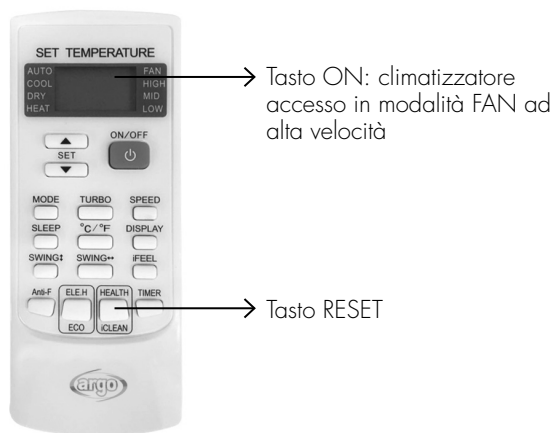

Fig.4
- Direzionare il telecomando verso il display dell'unità interna, quindi premere il pulsante "HEALTH" per 8 volte; seguirà un "beep" per due volte, ad indicare che il reset è stato effettuato in modo corretto (Fig.4).